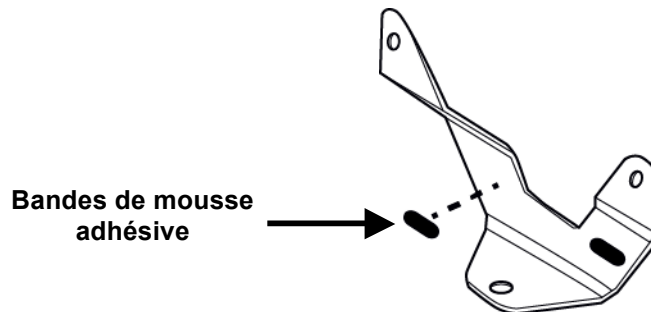

Figure 1
2. Fixer deux bandes de mousse adhésive sur le support de déplacement comme indiqué à la figure 1.